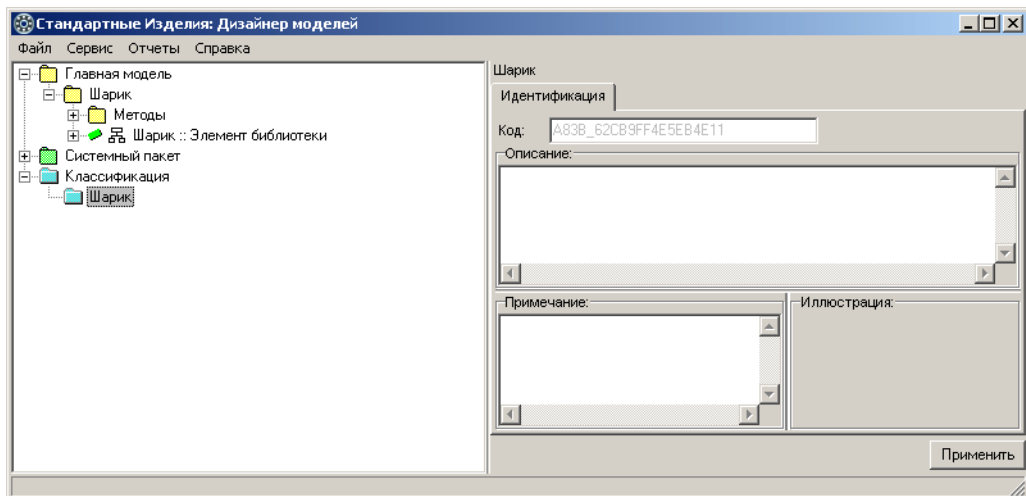

Рис. 3.43.
2. Введите название узла – *Шарик*, после чего нажмите клавишу **<Enter>**. Узел *Шарик* будет добавлен в классификацию, станет доступна кнопка **Применить** (рис. 3.43).